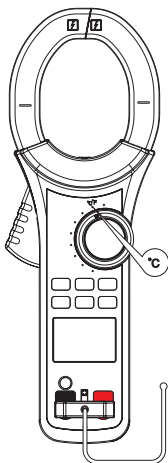

Рис. 10 Измерение температуры
### 7.8 Измерение температуры (рис.10)
2. Подключите к прибору термопару типа К (рис. 10).